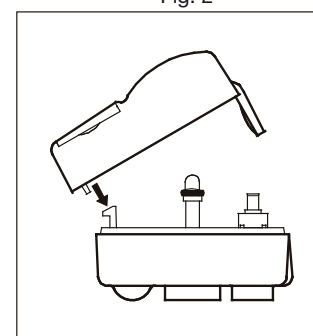

Fig. 3
3. Breng de bovenkant aan (zorg dat deze ingrijpt in de onderkant voor een dichte aansluiting) en monteer de schroef met de schroevendraaier. Fig. 3 en 4.
5. Monteer de bovenkant en schroef. Fig. 3 en 4.